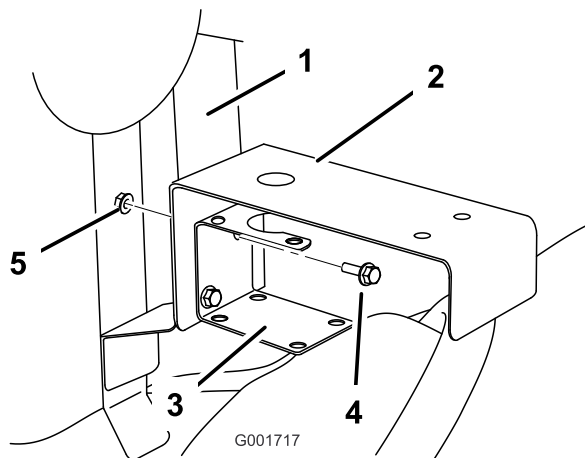

Figure 11
7. Fixez le support du distributeur de commande entre le support du raccord en T d'alimentation et le cadre de montage (Figure 11) au moyen des fixations retirées précédemment.